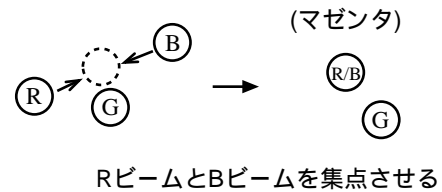

図1-2
- (1) パターンジェネレータより、ドットパターン信号を受像します。
- (2) 画面中央部に注目し、RビームとBビームを完全に集点し、マゼンタ色のビームになるように、4マグネット2枚にて調整します。(図1-2参照)